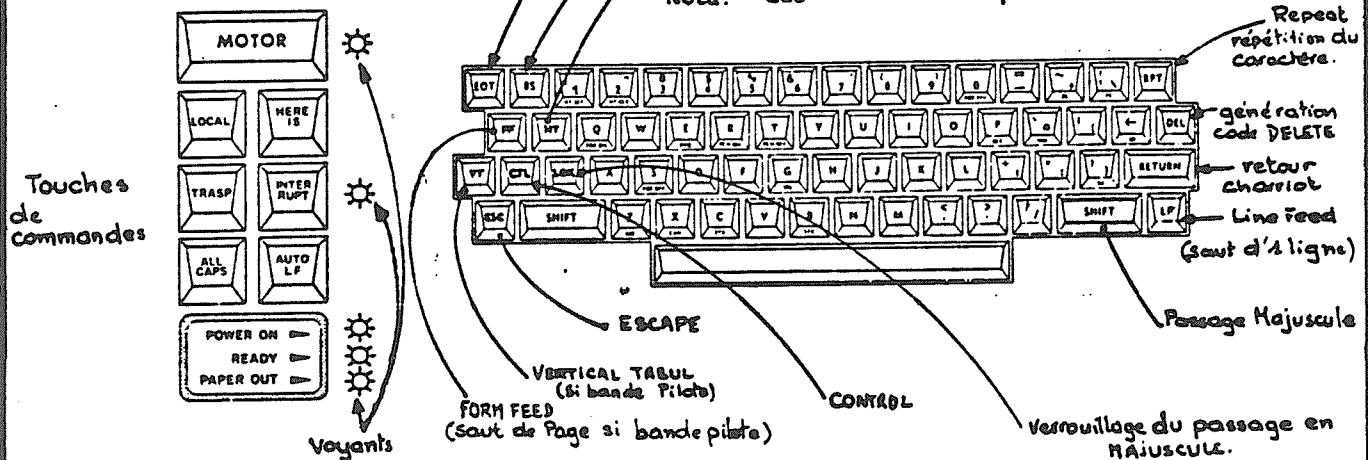
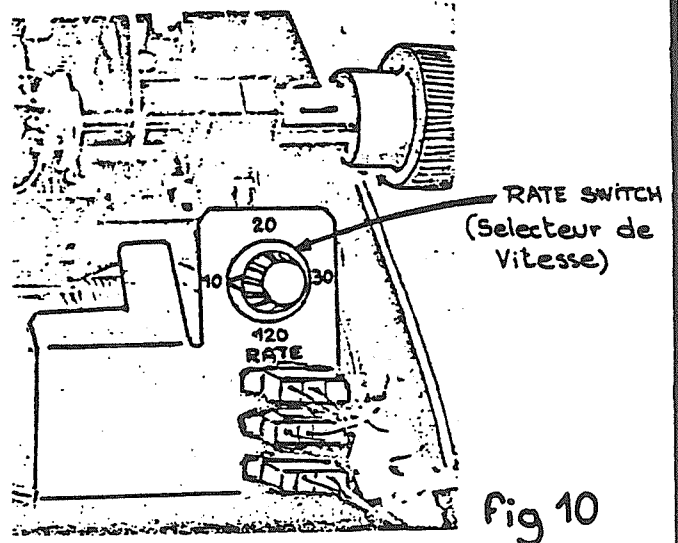

Fig 9
Fig 10
(Voir fig 10) Sélectionne 10, 20, 30 ou 120 caractères par seconde soient: 110, 200, 300 ou 1200 bauds. en émission et réception. les vitesses d'impression sont 10, 20 ou 30 caract/seconde. A 1200 bauds l'impression est inhibée lorsque la machine est en ligne, Cette vitesse étant réservée à l'option cassette.
- afficher la vitesse de travail par RATE SWITCH (fig 10) choisie par le client
| Placer les interrupteurs ou commandes suivantes : <ul style="list-style-type: none"> - RATE (fig 10) 30, 20, ou 10 cps - AUTO-LF (fig 9) sortie (position haute) - TRASP " " - ALL CAPS " " | |
| Manœuvrer vers le haut l'interrupteur de M.S.T (Fig 2) ① | Voyant "POWER ON" (Fig 9) doit s'allumer ATTENTION: cet indicateur vérifie seulement que les tensions issues des alimentations sont bonnes. le non allumage de cet indicateur n'assure pas de l'absence de tension sur la machine. |
| Appuyer sur la touche Motor (Fig 9) ② | le voyant Motor (Fig 9) doit s'allumer et le moteur démarre |
| Appuyer sur chaque clé comportant un caractère à imprimer (Fig 9) ④ | les caractères appropriés doivent s'imprimer (dans notre cas (SOLAR) l'option minuscules pour les caractères alphabétiques n'existe pas) |
| Appuyer sur la clé LOK et sur chaque clé caractère (Fig 9). ⑤ | Passage en majuscule pour les caractères numériques et les caractères graphiques |
| Ré-appuyer sur la clé Lok pour la libérer (Fig 9). ⑥ | |
| Appuyer sur la clé RETURN (Fig 9) ⑧ | Retour chariot et saut d'une ligne (car AUTO LF est enfoncée.) |
| Soulever et rabaisser le cache papier en plastique (Fig 2) ⑨ | le moteur s'arrête, Retour chariot, le voyant PAPER OUT (Fig 9) s'allume. Car on a actionné l'interrupteur de couvercle (voir Fig 11) |
| Appuyer sur la touche MOTOR (Fig 9) ⑩ | le moteur redémarre et le voyant Motor s'allume |
| Appuyer sur la Touche MOTOR (fig 9) (19) | le moteur démarre et voyant "motor" s'allume |
| Appuyer sur touche RPT (fig 9) (REPEAT), Puis appuyer sur une touche caractère. (24) | le caractère est imprimé répétitivement à la vitesse de 8 à 10 Car/sec (la vitesse étant ajustable de 4 à 30 Car/s) Voir § réglages. |
| enfoncer la touche TRASP (TRANSPARENCE) (fig 9) et appuyer sur une clé caractère quelconque. (26) | il ne doit pas y avoir d'impression. |
| Appuyer sur la touche FF (FORM FEED) (fig 9) (30) | le papier fait un saut de Page |
| Appuyer sur la touche VT (vertical Tabulation) (fig 9) (31) | le papier avance jusqu'à ce que le lecteur de bande pilote voit le 14 th trou de Vertical Tab programmé sur le canal 6 de la bande. |